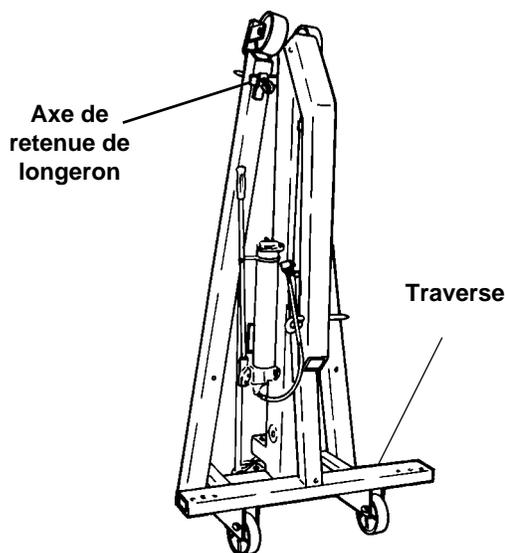

Figure 1
- a. Prendre un des longerons et enlever l'axe maintenant le longeron en position verticale contre le mât de la grue (figure 1).